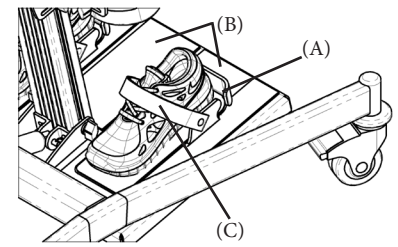

Fig. 11.2.8
Les supports de pied (A) sont fixés par des bandes auto-agrippantes (B) leur permettant ainsi d'être déplacés à la position idéale pour l'utilisateur. Une fois positionné, détacher la sangle auto-agrippante (C) puis glisser le pied à l'intérieur du support de pied (A). Fixer le pied à l'aide de la sangle auto-agrippante (C) en la rabattant sur le dessus du pied près de la cheville (Fig. 11.2.8).